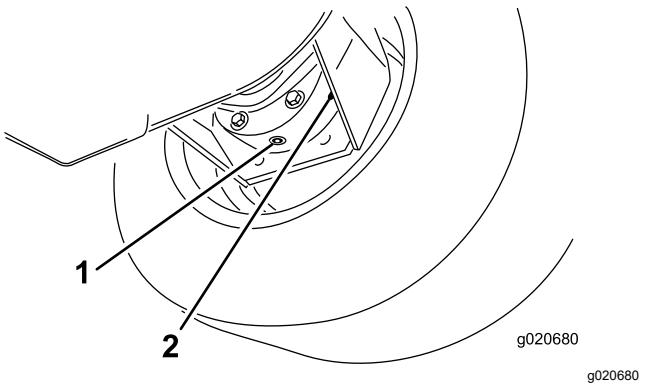

Figure 106
- Placez un bac de vidange sous le carter de frein et enlevez le bouchon pour permettre à l'huile de s'écouler (Figure 106).